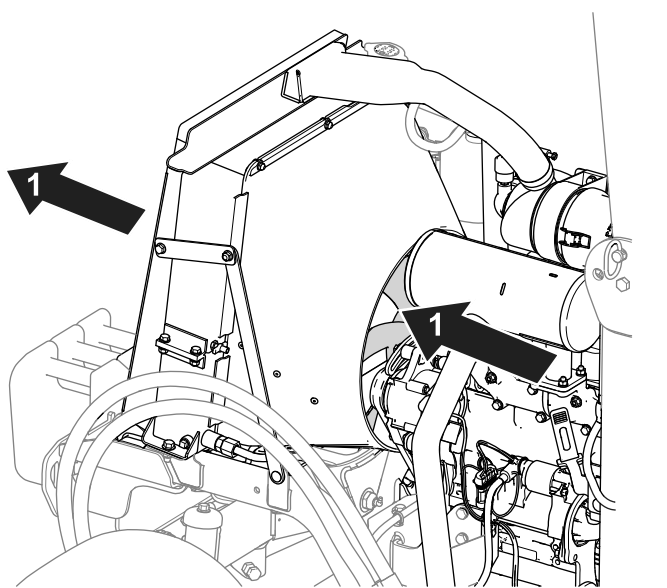

Figura 74
- Utilizați aer comprimat pentru a curăța nervurile radiatorului. Direcționați aerul spre exteriorul mainii (Figura 74).